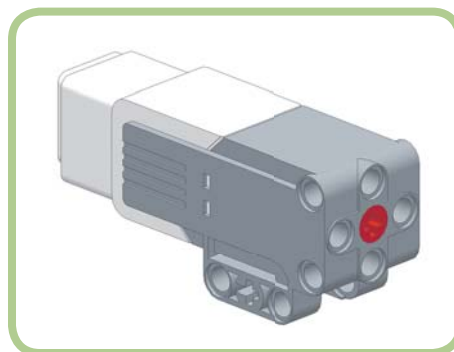

Рис. 4.2. Средний мотор
*Средний мотор* (рис. 4.2) отличается меньшим размером и более правильной формой, что упрощает его включение в конструкцию робота. Он вращается быстрее, чем большой, и идеально подходит для управления захватами или рычагами. Однако он не такой мощный, как большой мотор, поэтому не так эффективен для обеспечения движения мобильного робота.